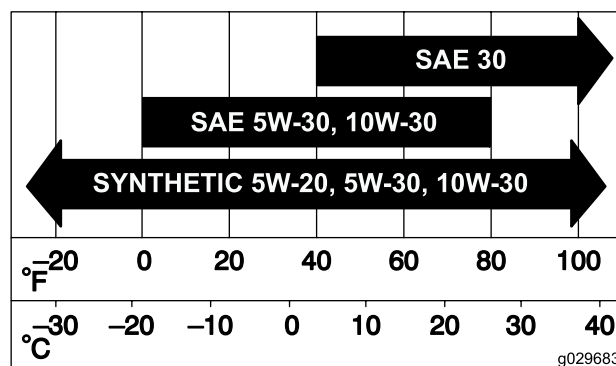

Figure 73
3. Ouvrez les dispositifs de verrouillage du filtre à air et détachez le couvercle du boîtier du filtre (Figure 73).
5. Sortez l'élément filtrant du boîtier du filtre avec précaution (Figure 73).
2. Introduisez le filtre dans son boîtier avec précaution (Figure 73).
3. Remettez en place et verrouillez le couvercle du filtre à air (Figure 73).